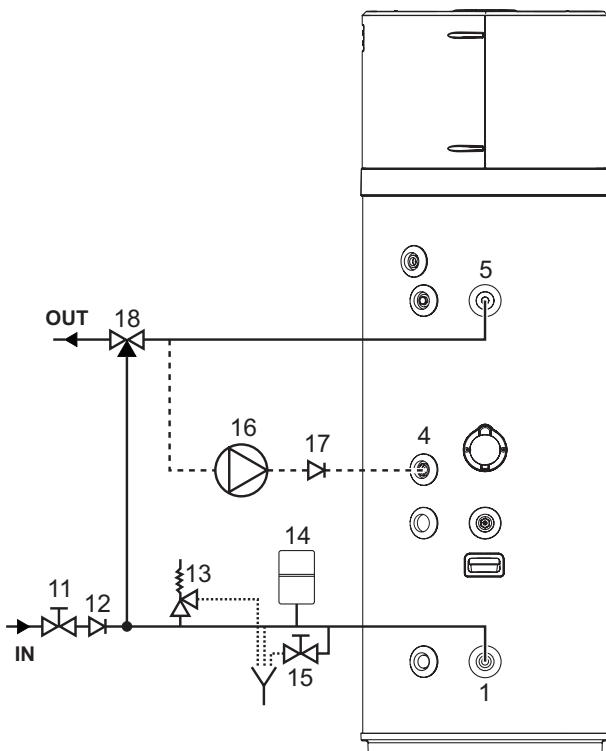

fig. 17 - Exemplo de sistema hidráulico
A figura seguinte (fig. 17) ilustra um exemplo de ligação hidráulica.
#### Legenda (fig. 17)
**ATENÇÃO:** A bomba de calor para a produção de água quente sanitária consegue aquecer a água a mais de 60°C. Por este motivo, para proteção contra queimaduras, é necessário instalar um dispositivo termostático de mistura automática na tubagem de água quente (fig. 17).